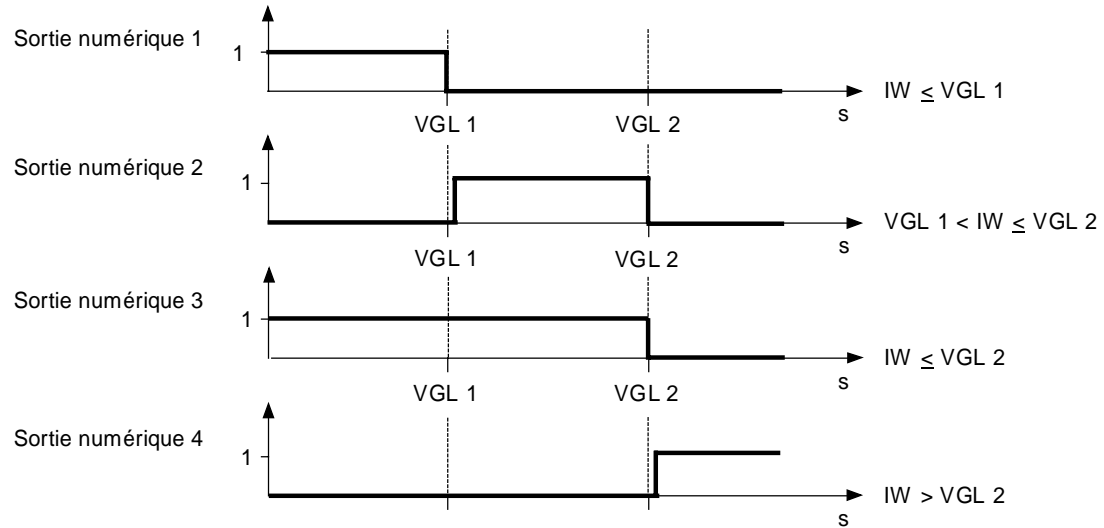

Fig. 3.10 Comportement des sorties en mode "came électronique" variante 1 DIR = 0 (en avant); VGL 1 < VGL 2
- En avant (DIR = 0): VGL 1 < VGL 2 (voir fig. 3.10)
La valeur effective est comparée en permanence avec les valeurs de comparaison. En fonction du sens de comptage, le résultat est affiché aux sorties numériques (voir fig. 3.10 et 3.11). Le registre d'état vous permet de lire l'état des sorties.